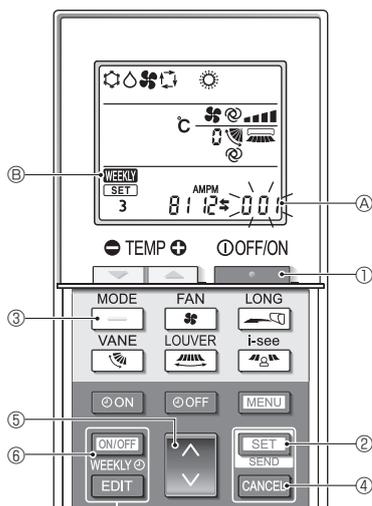

Fig. 4-12
#### 4.12.8. Désactivation du mode AUTO (Fig. 4-12)
- Appuyez sur la touche ① pour arrêter le climatiseur.
- Si la minuterie hebdomadaire est activée, appuyez sur la touche ⑥ pour la désactiver. ( disparaît.)
- Appuyez sur la touche ③ pendant 5 secondes.
- L'appareil passe en mode de réglage des fonctions. (Le numéro de réglage du modèle (A) clignote.)
- Appuyez sur la touche ⑧.
- Achèvement des réglages (Fig. 4-12)